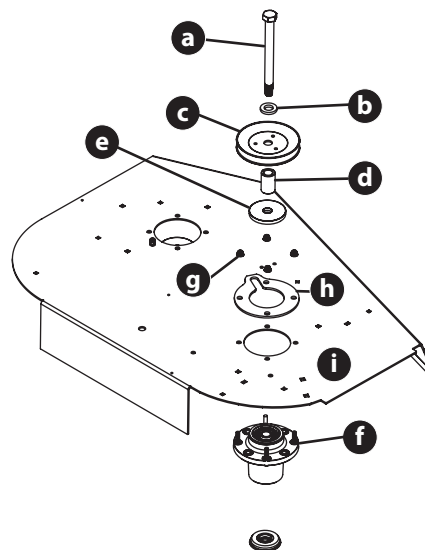

Fig. 49
- Retire el perno hexagonal (a), la arandela (b), la polea (c), el separador (d) y la arandela de protección (e) del conjunto del husillo (f) (Fig. 49).
- Retire las cuatro tuercas de seguridad de brida (g) y la placa de soporte (h) que fijan los conjuntos de husillo (f) a la plataforma (i) (Fig. 49).
- Invierta los PASOS 4 - 5 para instalar el conjunto del husillo. Cuando instale el nuevo conjunto del husillo, asegúrese de instalar los elementos de ferretería exactamente como se muestra en la Fig. 49. Apriete las tuercas de seguridad con brida a 28-43 N-m (21-32 ft-lbs).